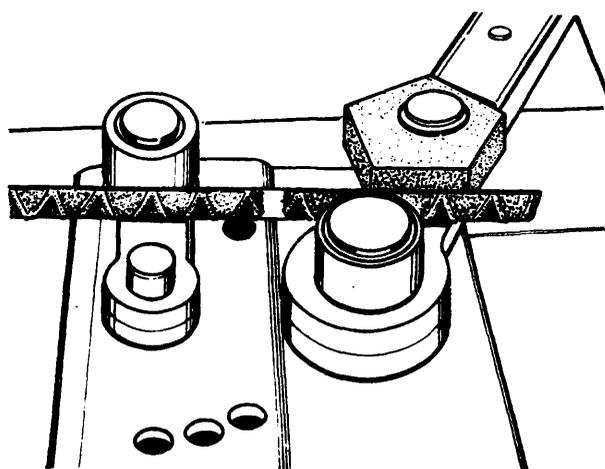

Fig. 1
- 3º paso *Coloque la barra en la ranura (fig. 1).*